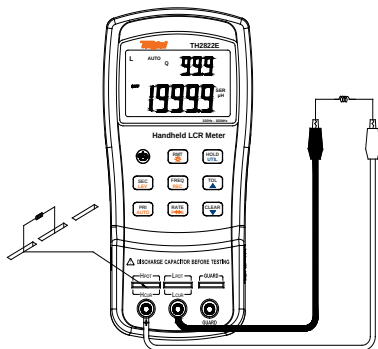
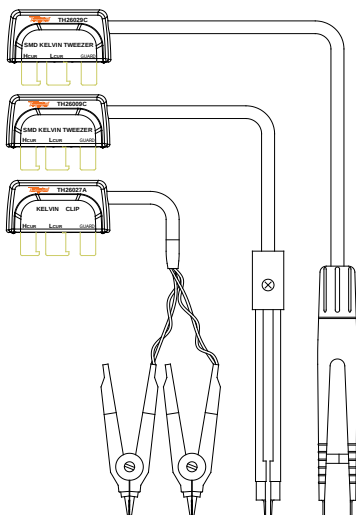
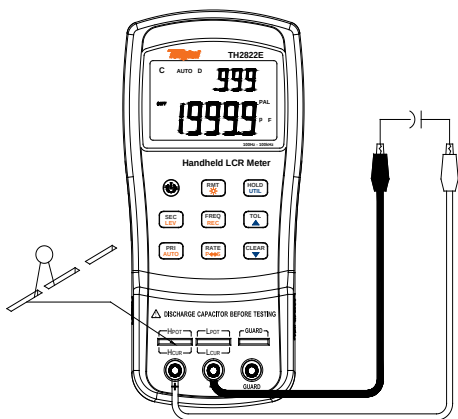
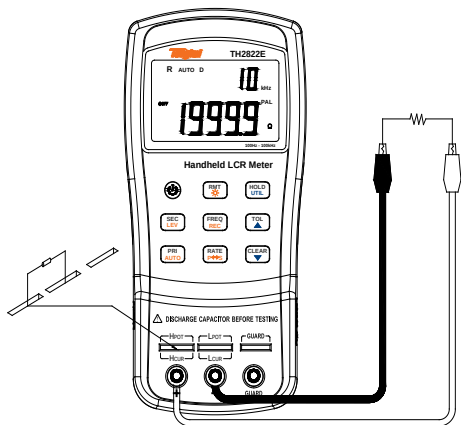

图12- 电感测量
图13 - 四端测试附件
图 14- 电容测量
图 15- 电阻测量
3. 将电感插入测试槽，或选用合适的测试附件（橡胶插头-鳄鱼夹，测试夹或SMD测试钳等）接入被测电感。如图12，图13为可选用的四端测试附件。
3. 将电容插入测试槽，或选用合适的测试附件（橡胶插头-鄂鱼夹，测试夹或SMD测试钳等）接入被测电容。如图14，图13为可选用的四端测试附件。
3. 将电阻插入测试槽，或选用合适的测试附件（橡胶插头-鄂鱼夹，测试夹或SMD测试钳等）接入被测电感。如图15，图13为可选用的四端测试附件。
3. 将阻抗元件（电阻，电容，电感）插入测试槽，或选用合适的测试附件（橡胶插头-鳄鱼夹，测试夹或SMD测试钳等，如图13）接入被测件。
3. 将阻性元件插入测试槽，或选用合适的测试附件（橡胶插头-鳄鱼夹，测试夹或SMD测试钳等，如图13）接入被测件。